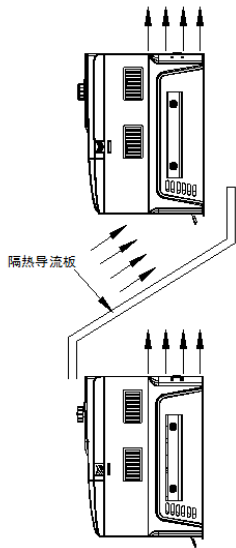

图3-2. G630/G630S变频器安装示意图
- 1) 请垂直安装变频器，便于热量向上散发。但不能倒置。若柜内有较多变频器时，最好是并排安装。在需要上下安装の場合，请参考图3-2的示意，安装隔热导流板。